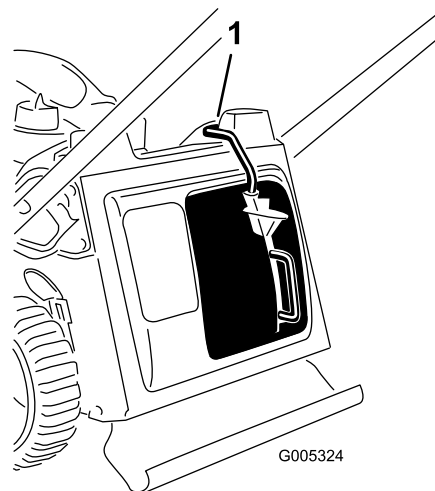

Figura 23
**Importante:** La máquina tiene un interruptor de seguridad que impide que usted arranque la máquina a menos que primero instale firmemente el tapón de mulching en el cortacésped (Figura 23).
Instale el tapón de mulching según lo indicado en Figura 23.